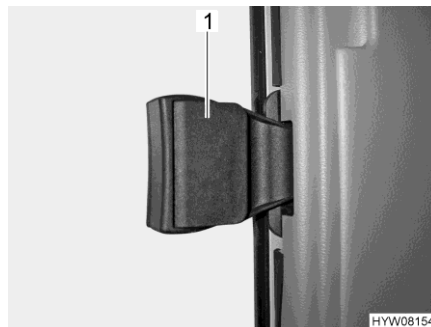

Fig. 62 Finestrino del passeggero
- Ribaltare la maniglia (Fig. 62,1).